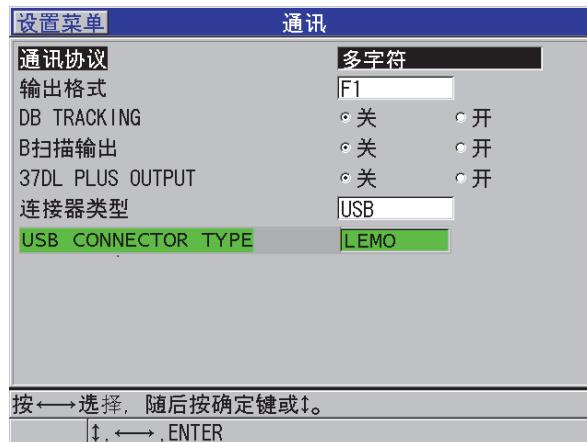

图 14-1 选择 USB 和连接器类型
- 在通讯屏幕中，将 **连接器类型** 设为 **USB**（参见第 246 页的图 14-1）。